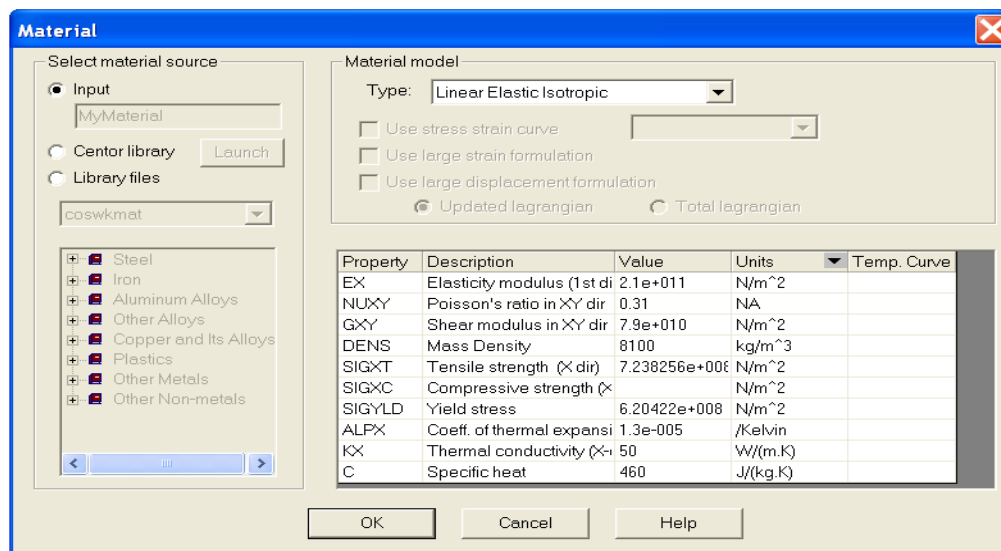

Рисунок 6.1 – Діалогове вікно призначення матеріалу (*Material*) моделі.
- 3.1. Натиснути правою кнопкою на значку **Part1** в папці **Components** в дереві рішень і вибрати в меню пункт **Edit/Define Material**. Відкриється діалогове вікно **Material** (рисунок 6.1):